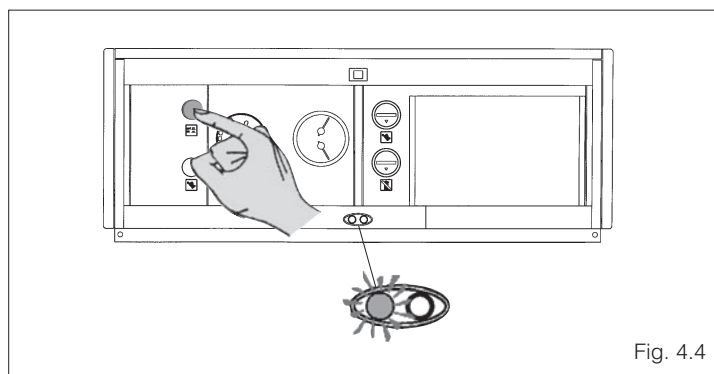

Fig. 4.4
- Presionar el interruptor principal del panel de mandos y comprobar el encendido el LED de indicación verde (fig. 4.4).